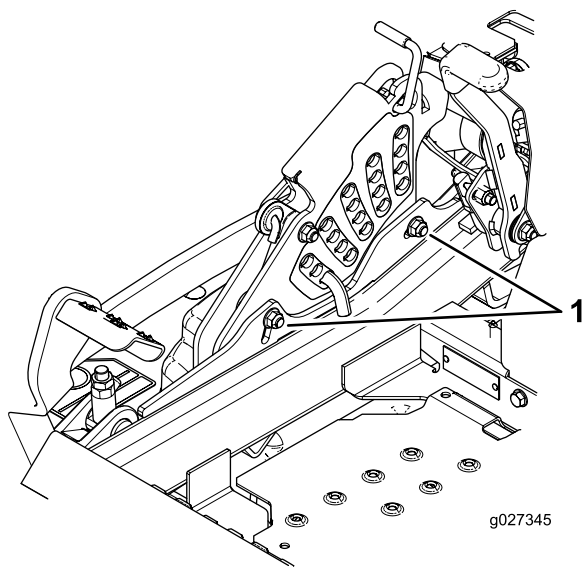

**Figura 108**
10. Mettete a punto il dado di regolazione sul gruppo di sollevamento del piatto di taglio anteriore ruotandolo (Figura 108).
16. Mettete a punto la vite di regolazione ruotando fino a un'altezza di 8,3 cm (vedere Figura 108).